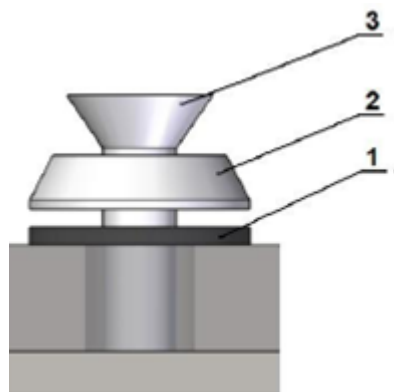

Рис. 5
На корпус вытяжки наденьте стекло и закрепите его винтом М4х20 (3) с конической шайбой (2) и резиновой шайбой (1) (рис. 5).